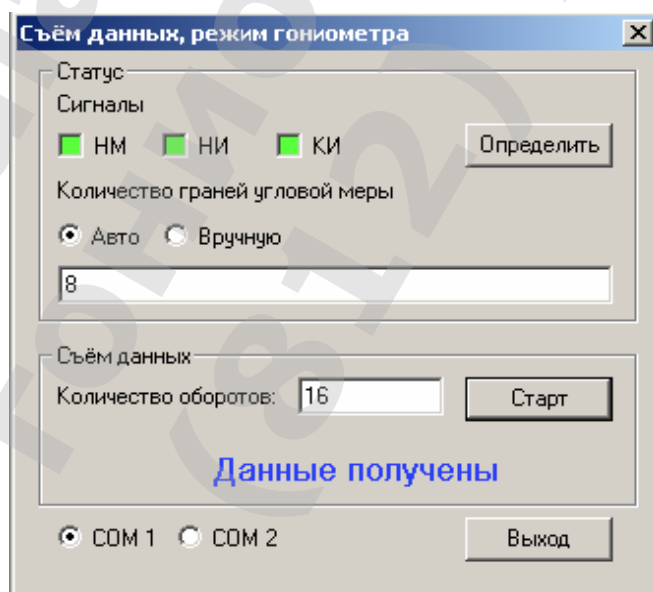

Рисунок 10.
2.3.13 Для начала процесса измерений нажать кнопку «Старт». Процесс измерения отображается индикатором выполнения. По окончании измерений на месте индикатора выполнения появится сообщение «Данные получены» (рисунок 10).